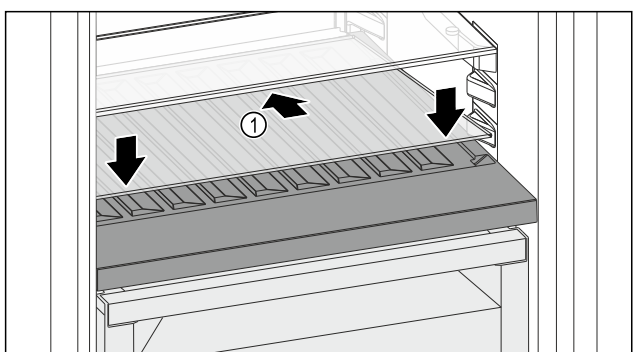

Fig. 110
- ▶ Helyezze be ferdén, hátul lefelé döntve az üveglapot Fig. 110 (1).
- ▶ Engedje le az üveglap Fig. 110 (1) elejét.